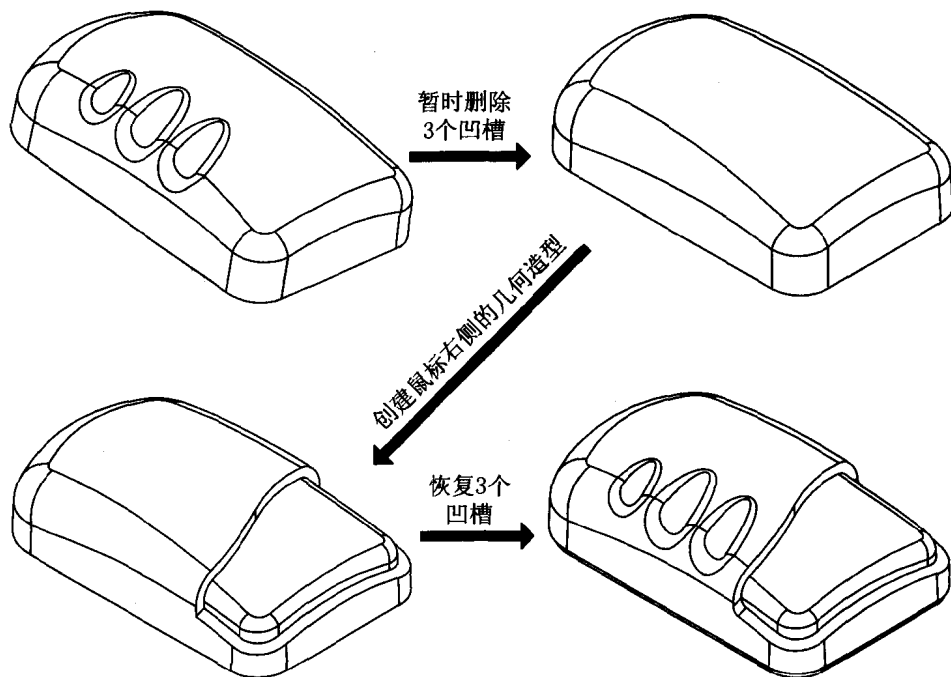

图 1.6
- 使用 Suppress 命令将复杂的特征暂时删除，可以节省 3D 模型重新生成的时间，并且可以使屏幕上显示的特征减少，使得设计工作较为简单。例如，图 1.6 中使用 Suppress 命令将鼠标的 3 个凹槽暂时删除掉，等鼠标右侧的几何造型都完成时，再恢复 (Resume) 3 个凹槽，这样，在创建鼠标右侧的几何造型时，省掉许多重新生成 3 个凹槽的时间。详细的说明请参照笔者所著《Pro/ENGINEER 2000i² 零件设计基础篇（下）》第2章。